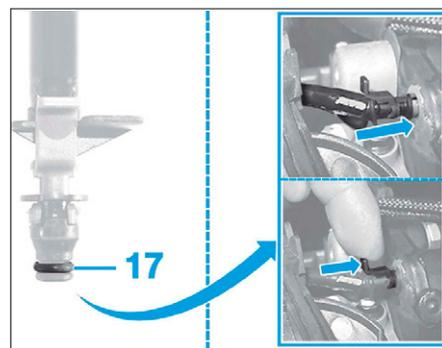

FIG. 46
- Remplacer systématiquement les joints toriques (17) sur les raccords de retour basse pression carburant (Fig.46).